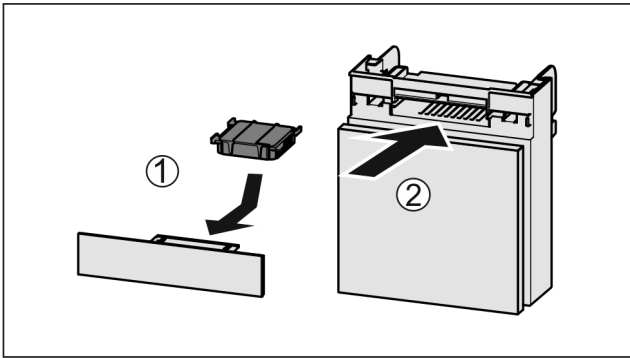

Fig. 43
- ▶ Inserire il vano Fig. 43 (2).